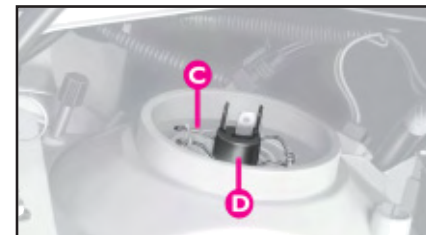

fig. 10
2) Haak de twee borgveren **C-fig. 10** los en verwijder lamp **D**